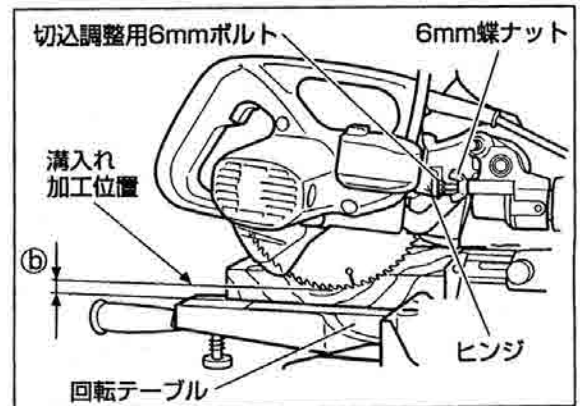

図33
- (2) ノコ刃の下限位置調整は、6mm蝶ナットをゆるめ、切込調整用6mmボルトをまわして前後させ、ギヤケースを切込調整用6mmボルト頭部に突き当ててください。(図33) ノコ刃と回転テーブル上面との間隔を図32b寸法にセットします。調整後は、6mm蝶ナットを確実に締め固定してください。